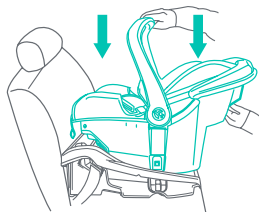

Fig. 45-1
2. Retire la Silla de Seguridad de la base apretando el asa de liberación de la base que se encuentra debajo del centro del extremo delantero de la Silla, y levantando la Silla de Seguridad hacia arriba (Fig. 24-1). **Guarde ambos conectores LATCH como se muestra en la Fig. 45-1.**
10. Si está utilizando la base, compruebe que no haya nada encima de esta, ni que haya algo que interfiera con el correcto enganche de la Silla de Seguridad a la base. Coloque la Silla de Seguridad en la base y empuje hacia abajo hasta que la Silla encaje de manera segura en la base y se oiga un "clic" (Fig. 45-1).